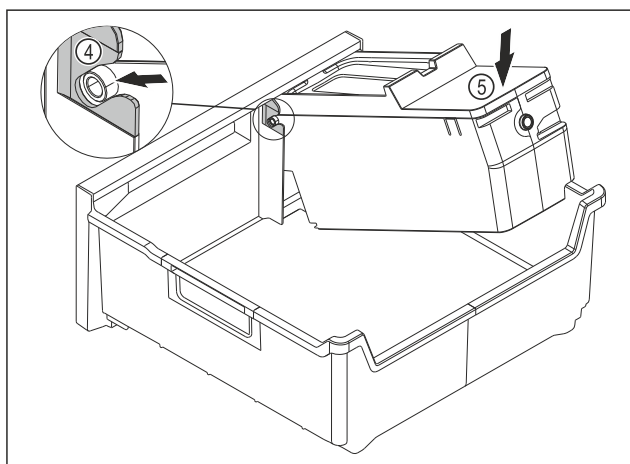

Fig. 175
- EasyTwist-Ice'i korpuse monteerimine: Lükake EasyTwist-Ice'i korpus juhikutesse Fig. 175 (4).
- Vajutage EasyTwist-Ice'i korpust Fig. 175 (5) taga alla-pool.